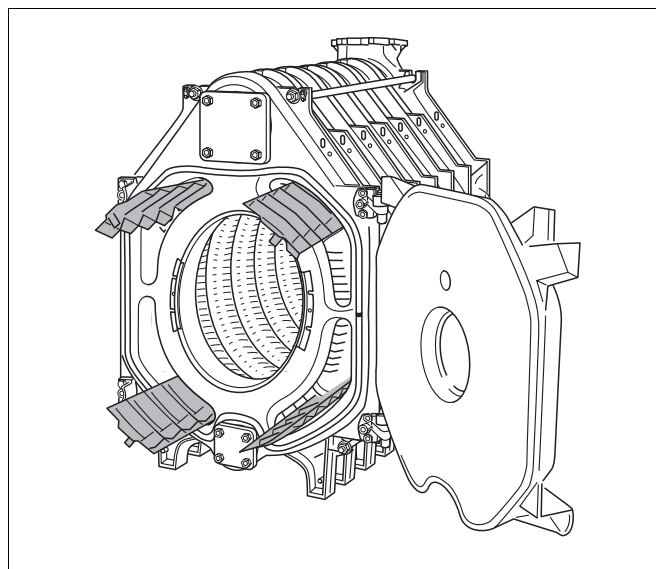

Fig. 31 Retardere (kun kedler med 8 – 11 elementer)
- Tag retarderne ud af kassen med beslag, og læg dem ind i røgslagene i henhold til den **påstøbte tekst** (se også Fig. 31 og nedenstående tabel).